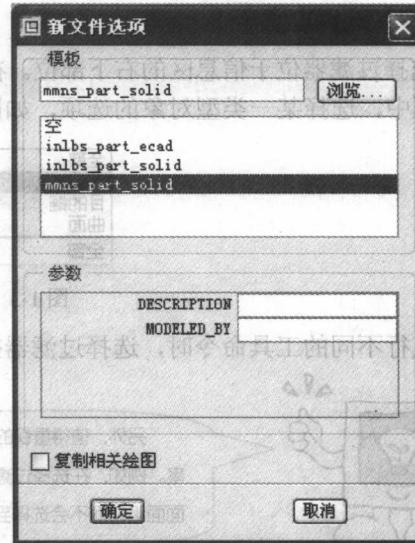

图 1-5 “新文件选项”对话框
- ③ 在出现的“新文件选项”对话框中的“模板”选项组中选择 mmns\_part\_solid，如图 1-5 所示，单击“确定”按钮。